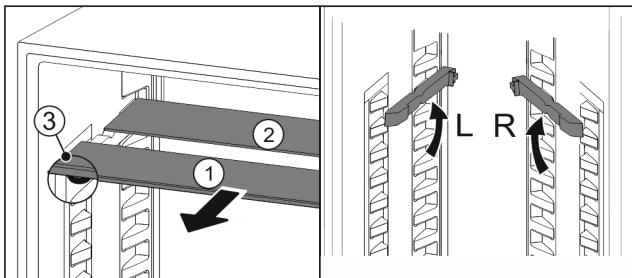

Fig. 21
- Vytiahnite sklené dosky jednotlivo dopredu Fig. 21 (1).
- Sklená doska Fig. 21 (1) s ozdobnou lištou leží vpred.
- Zarážky Fig. 21 (3) ukazujú nadol.